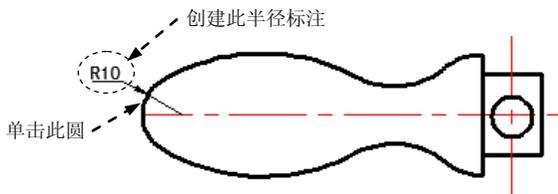

图 17.4.15 标注第一个圆
(1) 标注图 17.4.15 所示的第一个圆的半径。选择下拉菜单 **标注(A)** → **半径(R)** 命令，单击图 17.4.15 所示的圆，在绘图区空白处单击一点，以确定尺寸放置的位置。